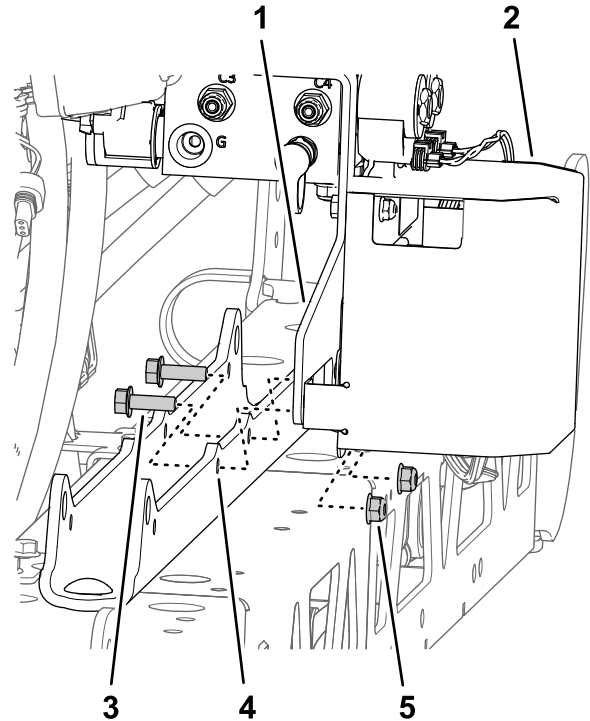

Bild 95
- B. Befestigen Sie die Stützhalterung mit den zwei Bundkopfschrauben (5/16" x 1") und der Sicherungsbundmutter (5/16"), die Sie in Schritt 1 in Entfernen des Abschnitthubverteilers vom mittleren Sprühabschnitt \(Seite 22\) entfernt haben, an der Zylinderbefestigung (Bild 95).
- B. Befestigen Sie die Stützhalterung und die TEC-Halterung mit den zwei Bundkopfschrauben (5/16" x 1") und der Sicherungsbundmutter (5/16"), die Sie in Schritt 1 in Entfernen des Abschnitthubverteilers vom mittleren Sprühabschnitt \(Seite 22\) entfernt haben, an der Zylinderbefestigung (Bild 95).